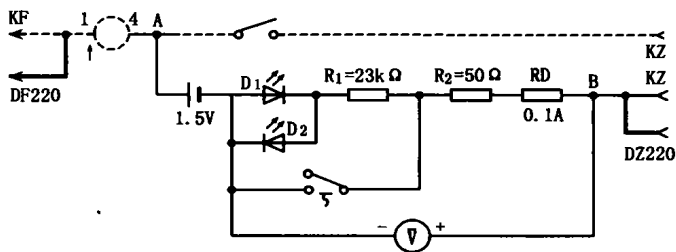

图 2 继电器错误引入电源示意图
由于电压法导通是在既有设备上直接进行, 因此必须防止继电器错误动作, 保证行车安全。在导通电路中电源电压只有 1.5 V, 而且还与电阻  $R_1$ 、 $R_2$  构成分压或限流电路, 因此测量电路本身不会使任何继电器动作。由于有熔断器 RD 防护, 也可避免因错误按下按钮而导致设备电源短路。这里重点考虑由于导通而错误引入其他电源, 导致继电器错误动作, 主要包括以下 4 种情况: ①落下继电器错误吸起 (包括转极继电器错误转极); ②吸起继电器错误落下; ③吸起继电器应落下时不落下; ④落下继电器应吸起时不吸起。用电压法导通时, 只能通过测量电路错误地引入一种极性的电源, 如图 2 所示 KZ 或 KF, 而不可能同时引入 KZ 和 KF。同时用电压法导通时也不影响电路的正常供电, 所以前述第②、④条的条件不具备, 不再讨论。由于继电器释放值远小于其工作值, 因此只讨论第 3 条即可。图 2 是错误引入电源时的示意图。此时继电器线圈可能分得的最大电压为:
小于继电器释放值, 继电器不会错误动作 ( $R_2$  忽略不计、发光二极管压降 3 V)。但是如果 KF 电源和 DF 电源发生混电, 如图 2 粗线所示, 平时不影响设备动作, 若导通时错误引入 DZ220 电源, 则此时继电器线圈可能分得的电压为 15 V, 继电器将错误保留或可能错误吸起。所以在用电压法导通前必须先排除 KZ、KF 电源和 DZ、DF 电源没有混电才能进行。上述分析表明, 电压法导通是安全可靠的。